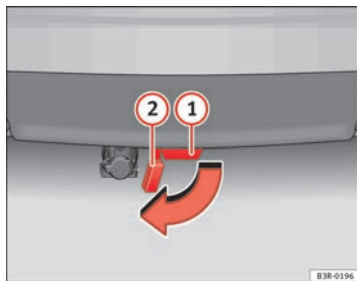

Fig. 154 Pare-chocs arrière : ouverture du bouchon obturateur
- Ouvrez le bouchon obturateur ② ⇒ fig. 154 du tube de fixation ① situé sous le pare-chocs jusqu'en butée. Le bouchon obturateur s'enclenche automatiquement en position de butée.